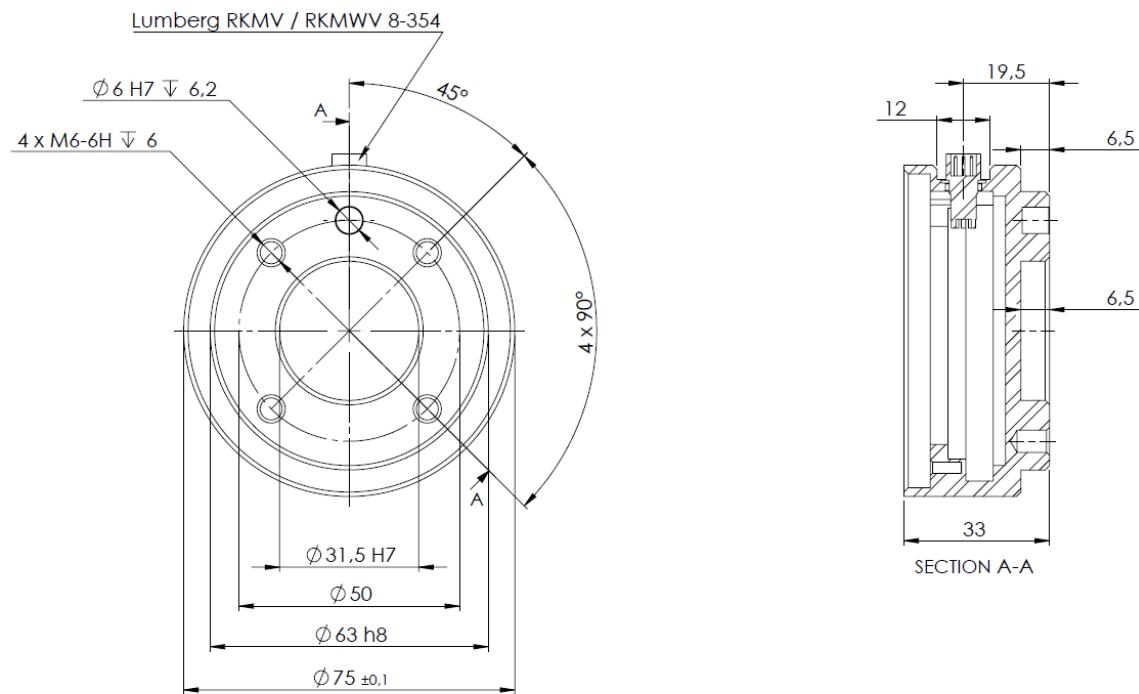

Figura 4.2: Brida de salida de la herramienta, ISO 9409-1-50-4-M6. Aquí es donde se monta la herramienta, en la punta del robot. Todas las medidas están en mm.
**Herram** La brida de la herramienta del robot tiene cuatro orificios de rosca M6 para acoplar una herramienta al robot. Los pernos M6 deben apretarse con 9 N·m. En caso de que se desee volver a colocar de forma muy precisa la herramienta, se suministra el orificio de Ø6 para utilizar con una clavija. La figura 4.2 muestra dónde taladrar los orificios y montar los tornillos.